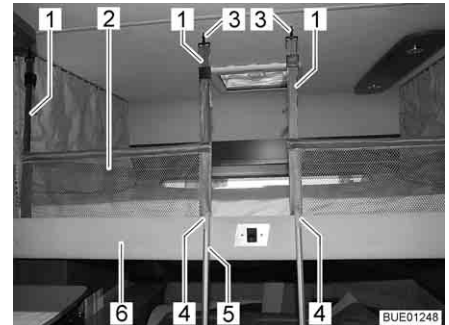
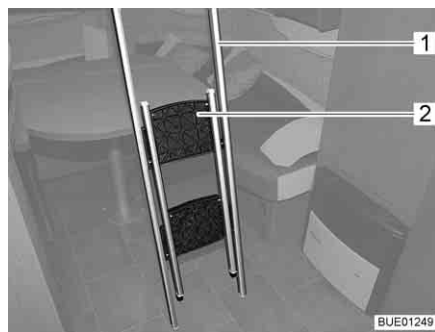
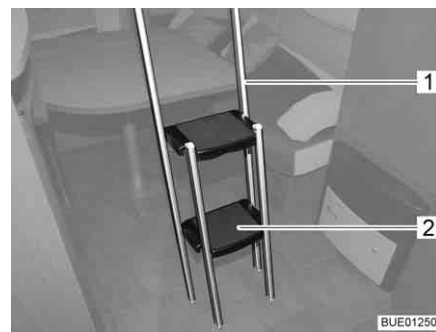

Fig. 75 Letto basculante con rete protettiva montata
Fig. 76 Scaletta di accesso chiusa
Fig. 77 Scaletta di accesso aperta
La rete protettiva (Fig. 75,2) con le cinture di ritegno è sistemata sotto il materasso del letto basculante. Fissare la rete protettiva soltanto dopo che le persone si sono stese nel letto basculante.
- Agganciare le cinture di ritegno (Fig. 75,1) ai ganci (Fig. 75,3) del soffitto.
- Agganciare la scaletta di accesso (Fig. 75,5) con le due staffe (Fig. 75,4) nella barra di presa (Fig. 75,6) al letto basculante.
- Agganciare la parte chiusa (Fig. 76,2) della scaletta di accesso (Fig. 76,1) al bordo superiore, quindi aprirla fino a che tutti i quattro piedini appoggiano saldamente sul pavimento (Fig. 77).
- Ribaltare verso l'interno gli scalini (Fig. 77,2).
- Staccare la scaletta di accesso (Fig. 77,1) dalla barra di presa (Fig. 75,6) nel letto basculante.